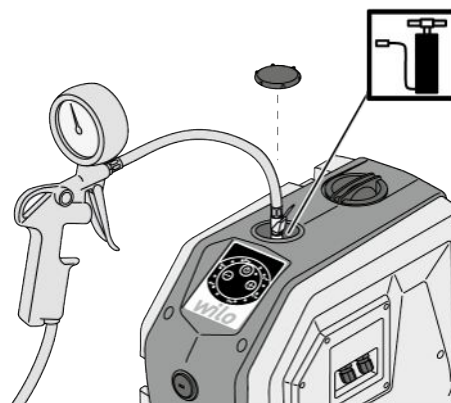
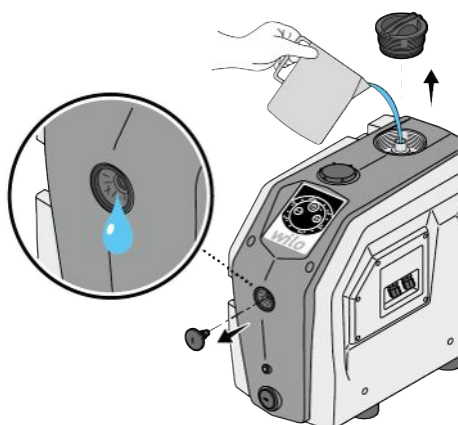

Fig. 7: Membraanpaisuanuma täitmine
Fig. 10: Täitmine
1. Sulgege imi- ja survepoole sulgeventiilid (Fig. 7 – pos. 1, 2).
1. Kui toode on paigaldatud imemisrežiimis (Fig. 7), vajutage 5 sekundit samaaegselt juhtnuppe „+“ ja „-“ (Fig. 10).